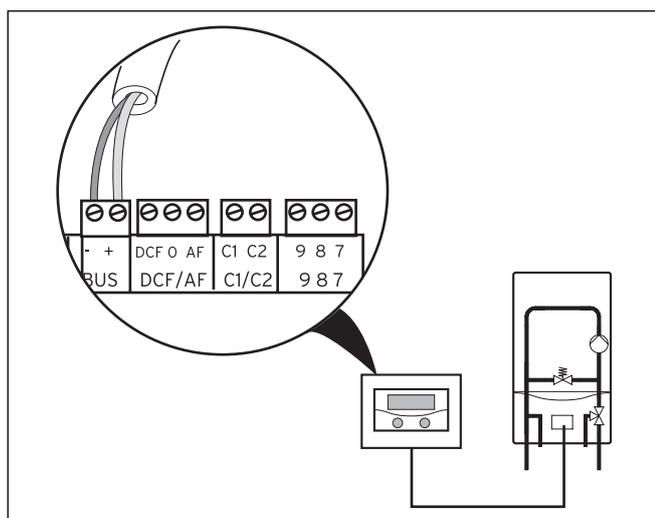

Fig. 4.2 Conexión de la caldera
- Realice el cableado de conexión del calefactor según la fig. 4.2. El propietario deberá instalar la línea eBUS (mínimo 2x 0,75 mm2).